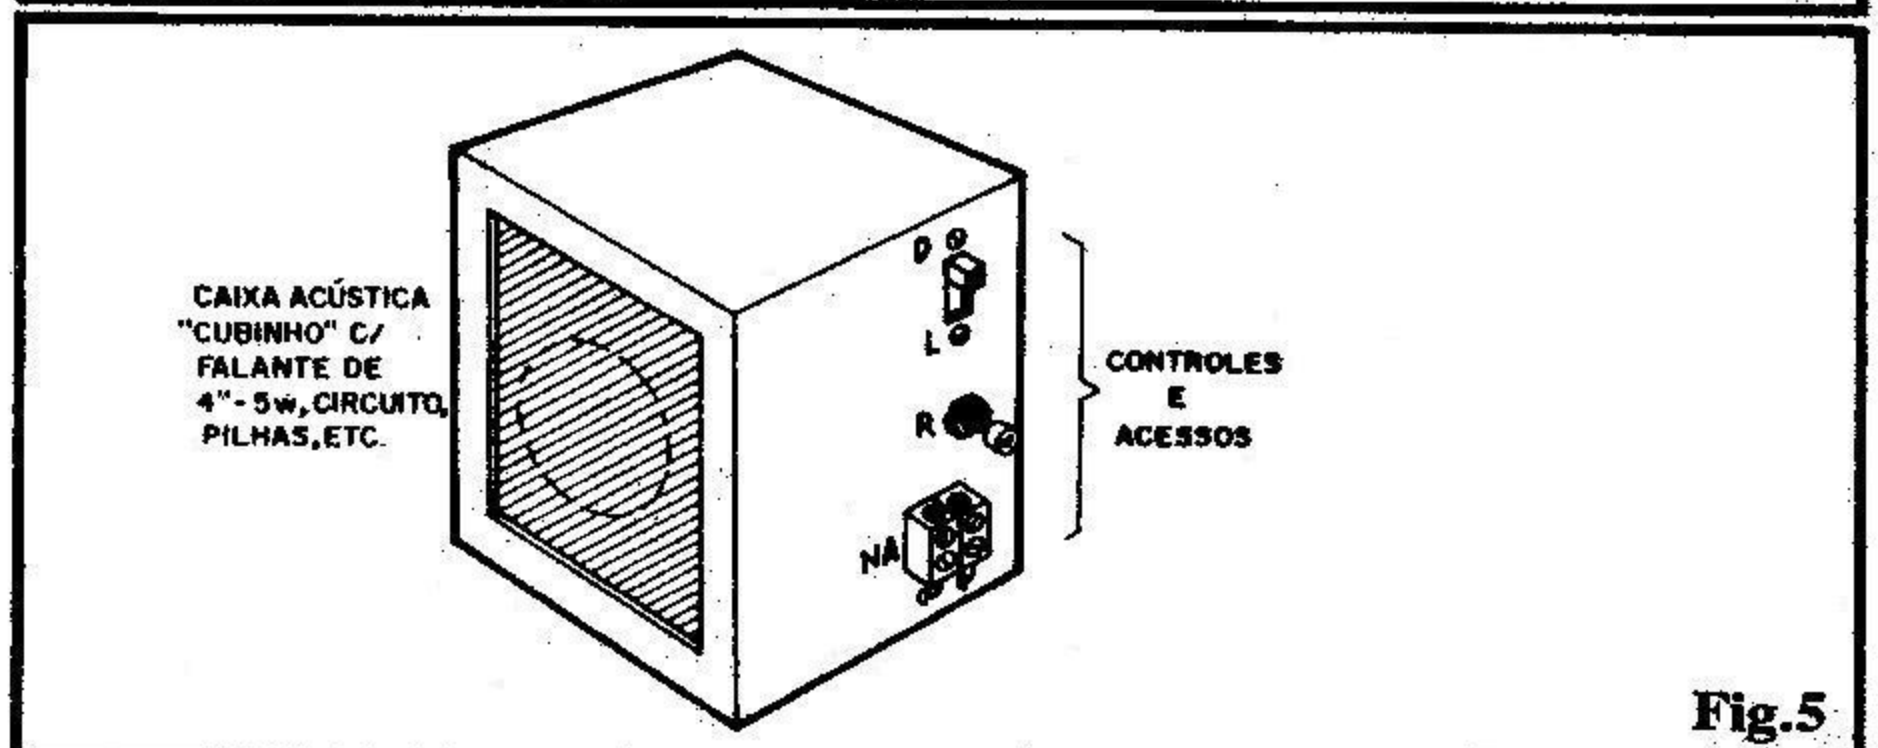

Fig.5
- FIG. 5 - SUGESTÃO PARA O "ENCAIXAMENTO" - Embora o arranjo final do circuito num **container** prático possa assumir inúmeras variações, ao gosto do "freguês", e também dependendo de condições específicas de instalação e utilização, vemos, na sugestão mostrada na figura, a que nos parece mais lógica e funcional: basta obter uma pequena cai-